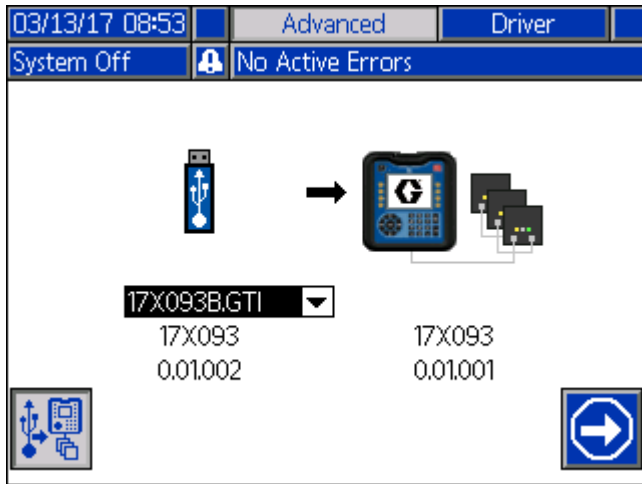

ABB. 10: Bildschirm USB-Softwareaktualisierung
4. Wenn der Vorgang gestartet werden kann, öffnet sich automatisch der Bildschirm für die Softwareaktualisierung via USB, siehe **Abbildung 10**.
5. Drücken Sie die Eingabetaste (C) des AMD, um die Auswahl auf dem USB-Speicher zu ändern. Dies öffnet das Dropdown-Menü mit den verfügbaren Softwareaktualisierungsdateien (bis zu 14 Dateien).
6. Verwenden Sie die Pfeiltasten (D), um die gewünschte Aktualisierung zu markieren, und drücken Sie die Eingabetaste (C), um die Aktualisierung zu bestätigen.
7. Drücken Sie den Softkey (A) neben dem Symbol , um die Softwareübertragung zu starten. Im Beispiel in **Abbildung 10**, wird die Softwareversion 0.01.002 der Software 17X093 vom USB-Speicher kopiert und überschreibt die Version 0.01.001 von 17X083, die auf dem Token vorhanden ist.